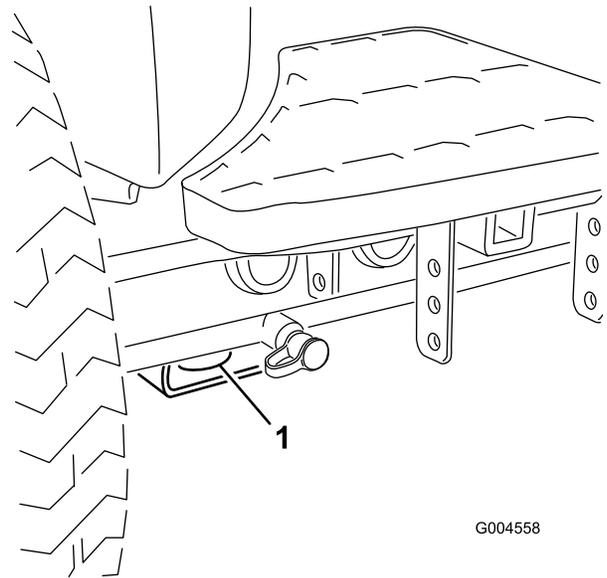

Figura 46
- Delantero – el orificio del bloque rectangular, debajo del tubo del eje, al interior de cada rueda delantera (Figura 46).